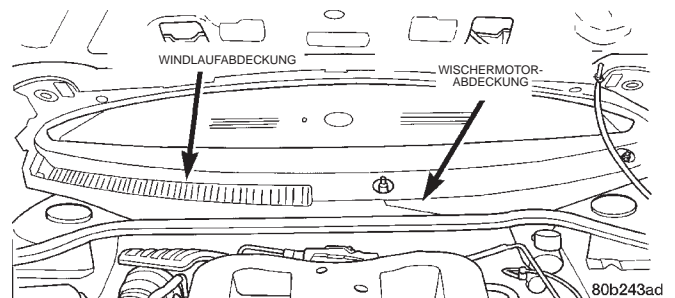

Abb. 18 Wischermotorabdeckung und Windlaufabdeckung
(5) Wischerarme von den Gelenkbolzen abbauen. Dazu die Wischerarme auf den Gelenkbolzen so lange hin- und herbewegen, bis sie sich abziehen lassen.
(6) Abdeckung des Wischermotors und Windlaufabdeckung ausbauen (Abb. 18).
(19) Abdeckung des Wischermotors und Windlaufabdeckung (Abb. 18) einbauen. Schrauben eindrehen und festziehen.